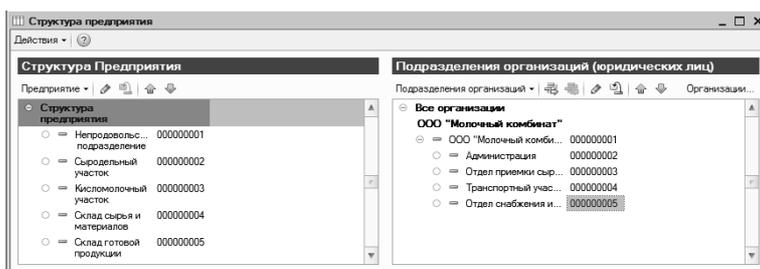

Рис. 7.7. Справочник «Структура предприятия»
В справочник «Подразделения» внесите новые объекты (табл. 7.2, рис. 7.7).
– аналогично создайте остальные структурные подразделения организации, используя данные табл. 7.1 (рис. 7.7);
– аналогично создайте остальные подразделения организации, используя данные табл. 7.2 (рис. 7.7).